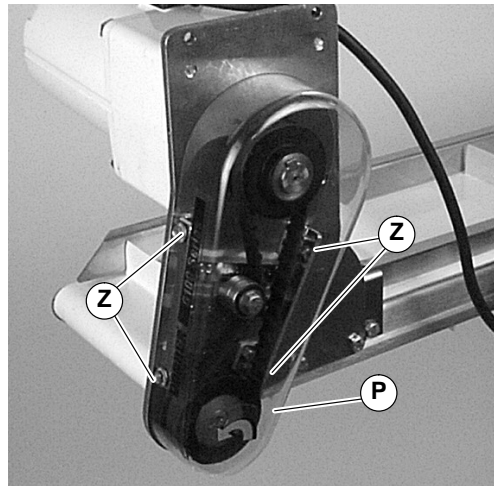

Abbildung 8
HINWEIS: Die Schrauben (siehe Z Abbildung 8) nicht zu fest anziehen.
8. Die Abdeckung (P von Abb. 8) installieren und die vier (4) Schrauben (Z) mit 4 Nm festziehen.